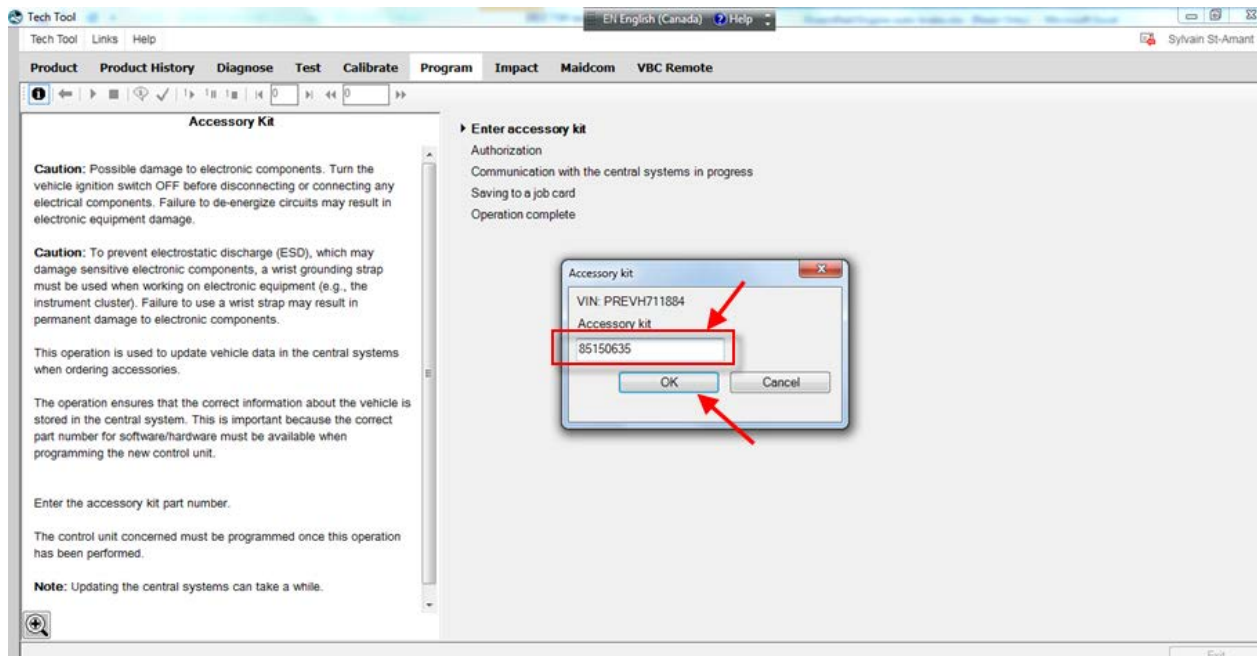

FIGURE 17
5. Entrez le numéro du « accessory kit » 85150635 (FIGURE 17), puis cliquez sur OK.